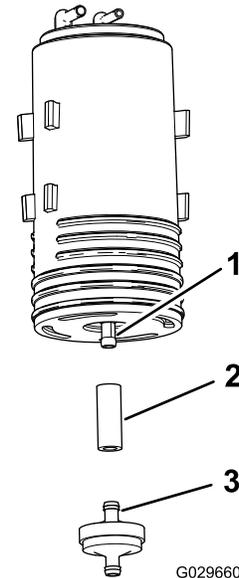

图 51
4. 从旧碳罐的下接头卸下碳罐过滤器和短段软管图 51。
5. 将软管安装到新碳罐的下接头图 51。
6. 将新碳罐过滤器的接头插入软管图 51。